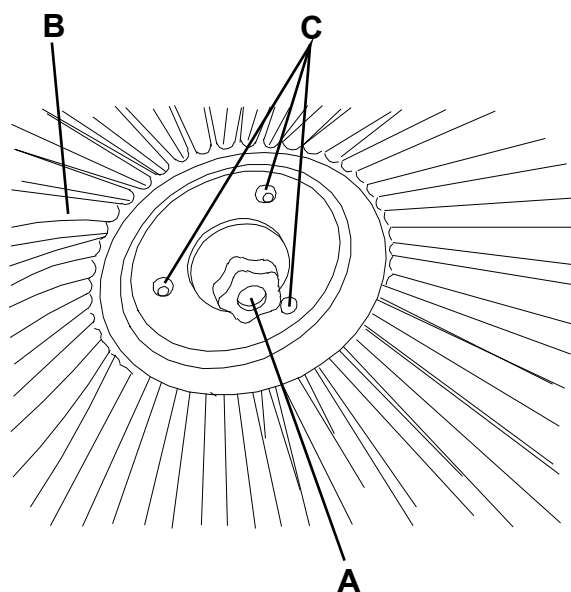

Рисунок 2
2. Поверните главный выключатель (1) в положение «0».
4. Ослабьте ручку (А, Рис. 2) внутри боковой щетки, затем снимите щетку (В), освободив ее из штырьков (С).